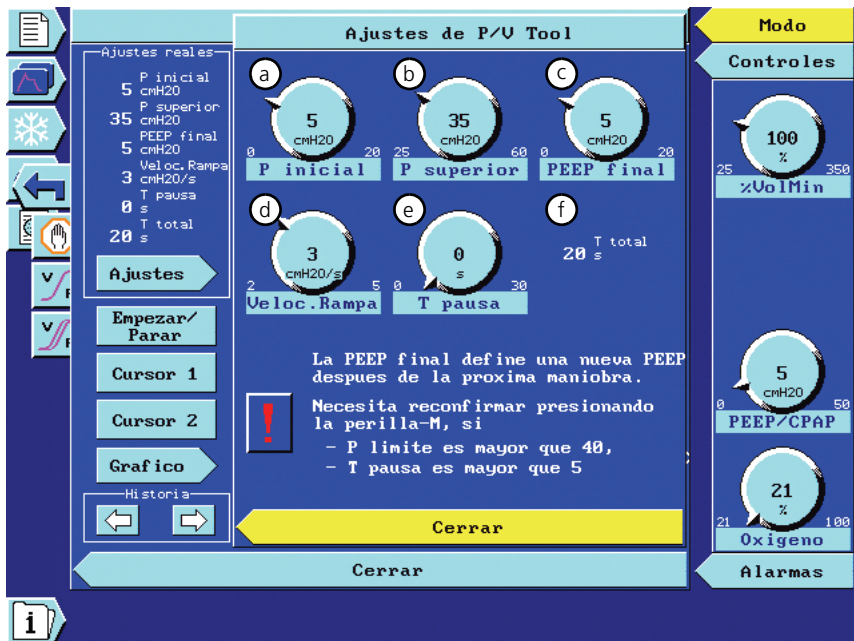

Figura 7-7. Ventana Ajustes de P/V Tool 2
b	Cuadro Ajustes reales . Muestra la configuración de control de P/V Tool 2 actualmente activa. Puede cambiar esta configuración mediante la flecha Ajustes , la cual abre la ventana Ajustes de P/V Tool 2 (Figura 7-7).
1. En la ventana de **Maniobra P/V Tool 2**, seleccione la flecha **Ajustes** y, a continuación, actívela. Se abrirá la ventana **Ajustes de P/V Tool** (Figura 7-7).